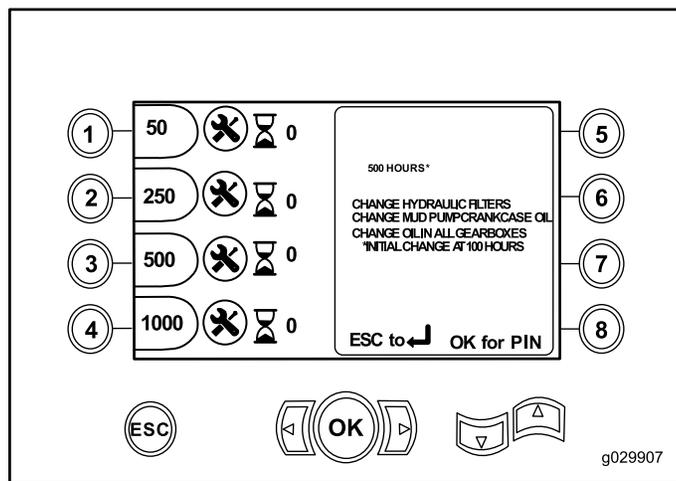

Figure 14
- Bouton 3 – 500 heures (Figure 14)